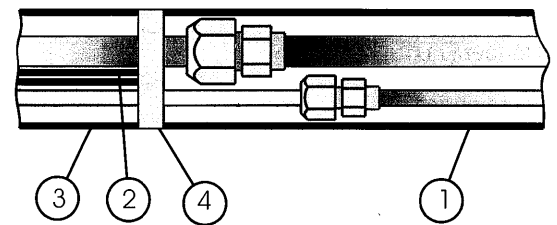

Fig. 23
- Isoler chaque tube séparément, ainsi que leurs raccords, à l'aide d'un isolant d'au moins 6 mm. Attacher les tubes de liaison, la durit d'évacuation et les câbles électriques ensemble, à l'aide d'un ruban de vinyl (protection UV) (voir fig. 23).
- Après avoir fixé les tuyaux veillez à ce que les tuyaux de réfrigération, les câbles électriques et le tuyau de condensation d'eau soient bien isolés avec des rondelles d'isolement en caoutchouc (6 mm d'épaisseur), et enveloppés ensemble avec un ruban en plastique anti-UV non adhésif et qu'ils sont insérés à travers le trou dans le mur. Fermer l'isolement des tuyaux (1) avec du ruban adhésif (4) comme indiqué sur la fig 23.